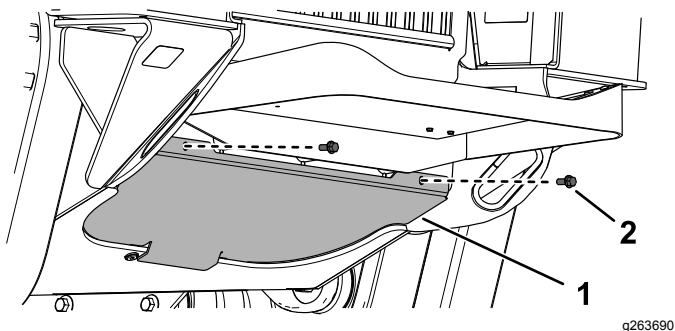

Рисунок 41
1. Отверните 2 болта крепления нижней пластины (Рисунок 41).